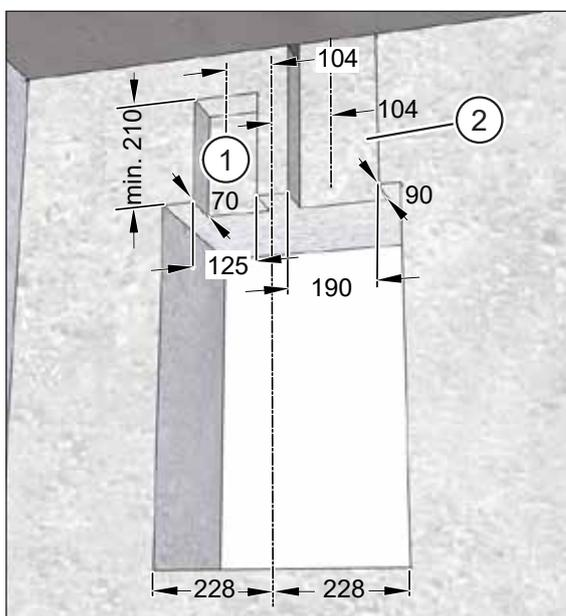
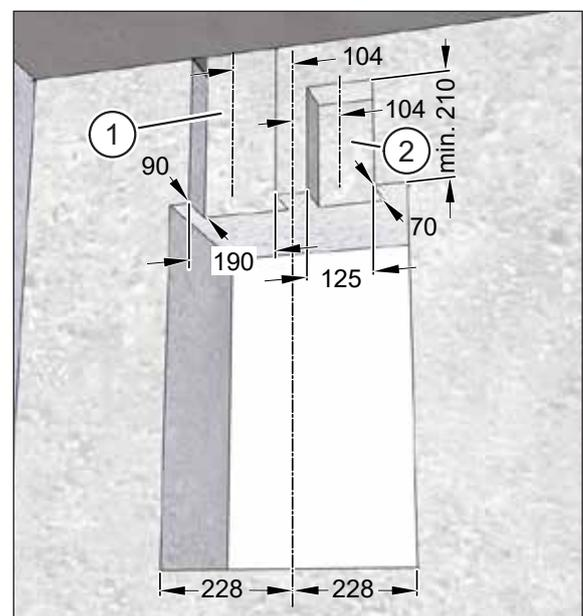

Abb. 15: Mauernuten für Flachkanal- und Flexrohranschluss fräsen, Maße in Millimeter
Abb. 16: Mauernuten für Flexrohr- und Flachkanalanschluss fräsen, Maße in Millimeter
- Abb. 15: **Abluft** (Pos. 1) Flachkanalanschluss, **Zuluft** (Pos. 2) Flexrohranschluss
- Abb. 16: **Abluft** (Pos. 1) Flexrohranschluss, **Zuluft** (Pos. 2) Flachkanalanschluss
- ▶ Fräsen Sie mit der Mauernutfräse eine Nut für das Flexrohr mit der Breite 190 mm und der Tiefe 90 mm bis zum Deckenauslass des Flexrohrs (siehe Abb. 15 und Abb. 16 auf Seite 23).